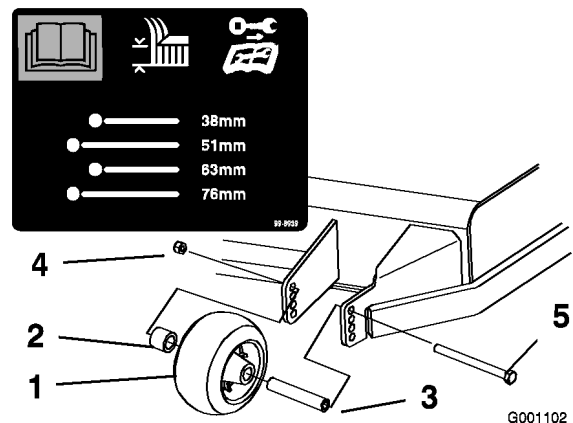
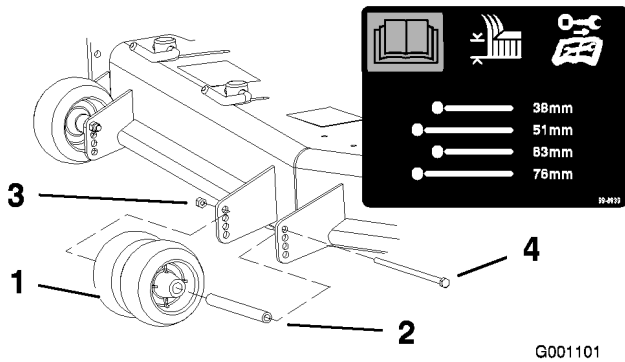
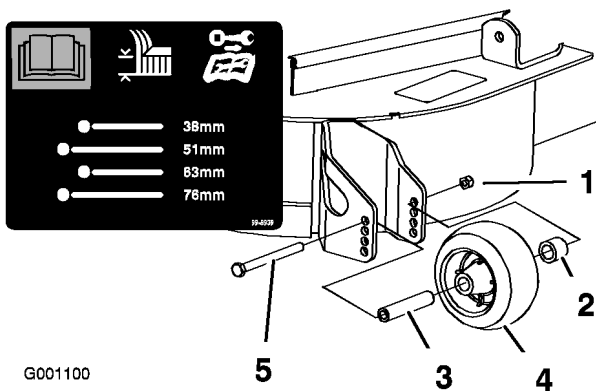

Bild 18
Bild 19
Bild 20
3. Nach dem Einstellen der Schnitthöhe sollten Sie die Rollen einstellen. Nehmen Sie die Bundmutter, die Büchse, das Distanzstück und die Schraube ab (Bild 18, Bild 19 und Bild 20).
Hinweis: Die beiden mittleren Rollen haben keine Distanzstücke (Bild 19).
5. Setzen Sie die Bundmutter, die Büchse, das Distanzstück und die Schraube ein. Ziehen Sie sie auf 54 bis 61 Nm an (Bild 18, Bild 19 und Bild 20).